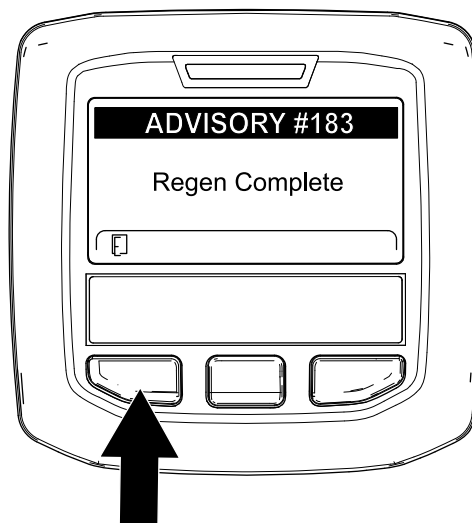

Figure 50
9. Quand le calculateur moteur achève une régénération en stationnement ou d'urgence, l'InfoCenter affiche ADVISORY #183 (avis n° 183) (Figure 50). Appuyez sur le bouton gauche pour quitter l'écran d'accueil.